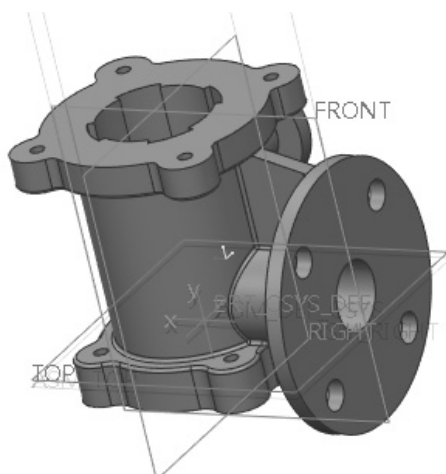

图 8-34 添加默认约束
(1) 在模型树中选中“阀体组件”，右击在弹出的菜单中选择【激活】选项，单击【元件】命令组中的【组装】按钮，在【打开】对话框中选择“阀体.prt”，单击【打开】按钮，调入零件。
(2) 在【元件放置】选项卡中修改约束条件为【默认】，添加默认约束之后，零件坐标系与装配体坐标系重合，如图 8-34 所示，单击【确定】按钮，完成零件“阀体.prt”的装配。